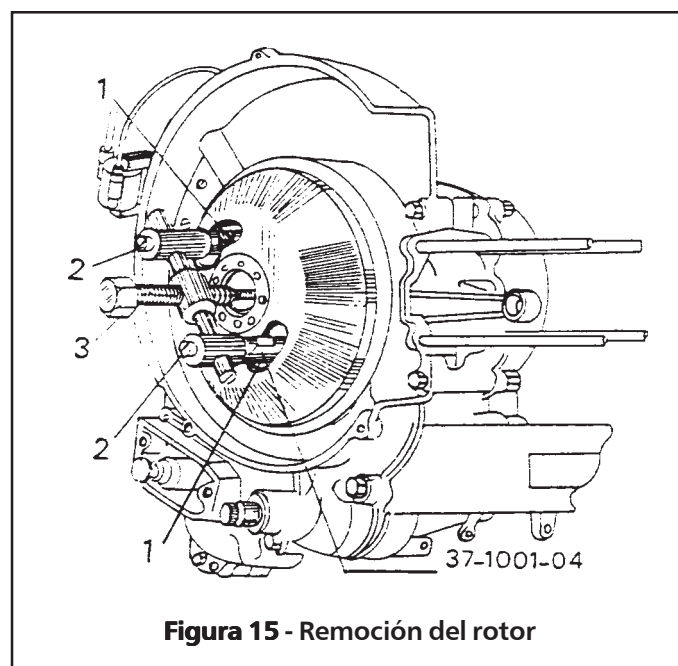

Figura 15 - Remoción del rotor
- c. Utilizando el extractor 37-1001-04, retire el rotor. Coloque las patas de la herramienta (1) en los agujeros del rotor y déjelas deslizarse hacia el centro de su eje para que descansen sobre el collar de la leva. apriete los tornillos (2) y con una llave de 19 mm haga girar el perno central («) en el sentido de las manecillas del reloj hasta extraer el rotor (ver figura 15)